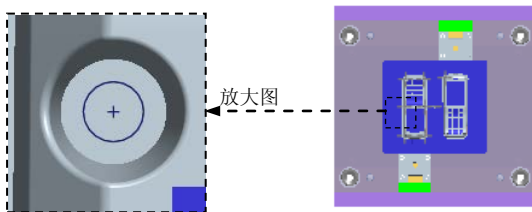

图 31.78 草绘参考
Step1. 创建顶杆参考点。单击 **模型** 功能选项卡 **基准** 区域中的“草绘”按钮 ，系统弹出“草绘”对话框；选择图 31.77 所示的表面为草绘平面，选择图 31.77 所示的工件侧面为参考平面，方向为 **右**；选取图 31.78 所示的 12 个圆为草绘参考，草图为与圆心重合的 12 个点。完成截面的绘制后，单击“草绘”操控板中的“确定”按钮 。